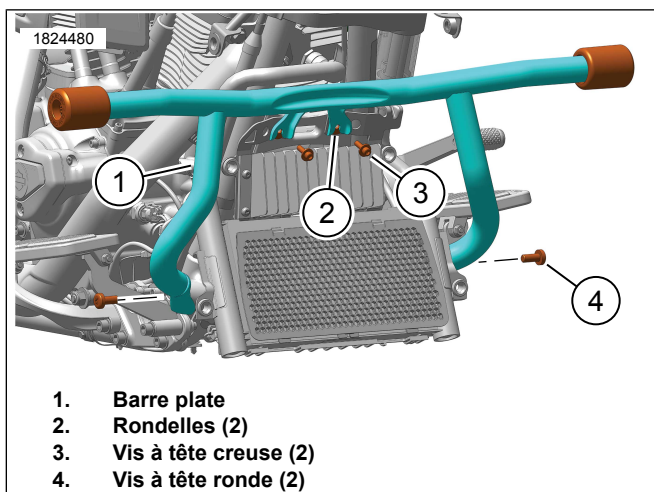

Figure 3. Barre plate
1. Voir la Figure 3. Placer la barre plate (1) sur le cadre.
2. Installer sans les serrer les vis à tête ronde (4).
3. Installer sans les serrer les vis à tête creuse (3).
- a. **Modèles 2014-2016** : Installer des rondelles (2) entre la barre plate (1) et le cadre.
- a. **Vis à tête creuse (3)**